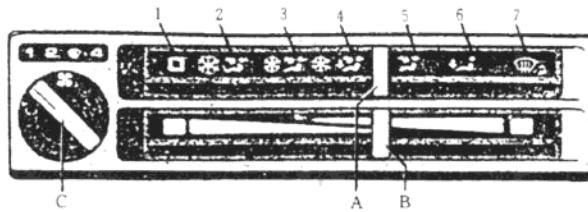

图 1-12 空调系统操纵机构
空调系统的操纵机构如图1-12所示。它主要有功能拨杆、温度调节拨杆和鼓风机开关组成。
- ① 将功能拨杆A拨到图1-12所示1位置时, 空调系统关闭;
- ② 将功能拨杆 A 拨到图 1-12 所示 2 位置时，制冷系统以最大的制冷强度工作，冷风从侧出风口和中央出风口吹出；
- ③ 将功能拨杆 A 拨到图 1-12 所示 3 位置时，空调系统处于正常制冷状态，冷风从侧出风口和中央出风口吹出；
- ④ 将功能拨杆 A 拨到图 1-12 所示 4 位置时为舒适位置，冷风系统处于正常制冷状态，冷风从侧出风口和中央出风口吹出，少量冷风吹到前风窗和侧风窗；
- ⑤ 将功能拨杆 A 拨到图 1-12 所示 5 位置时为通风位置，新鲜空气从侧出风口和中央出风口吹出；
- ⑥ 将功能拨杆 A 拨到图 1-12 所示 6 位置时为采暖位置，热风从脚坑出风口吹向地板，少量热风从前风窗出风口、侧风窗出风口、侧出风口和中央出风口吹出；
- ⑦ 将功能拨杆 A 拨到图 1-12 所示 7 位置时，热风吹向前风窗和侧窗，少量热风从脚坑出风口、侧出风口和中央出风口吹出。
鼓风机开关 C 如图 1-12 所示有四个挡位，转到不同的位置，鼓风机便以不同的转速运转。